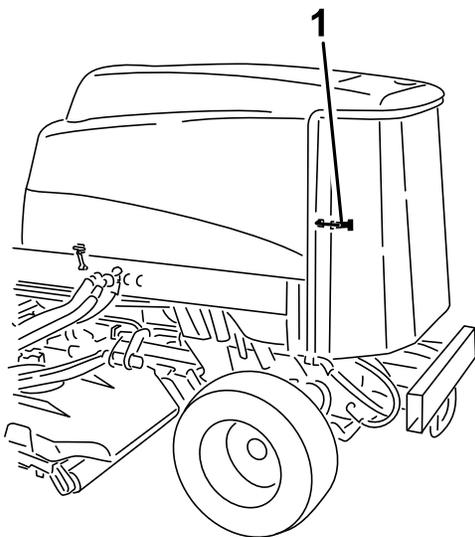

Рисунок 71
2. Откройте защелку и откиньте заднюю решетку (Рисунок 71).